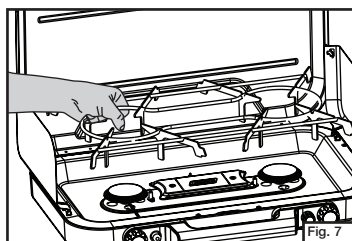

Fig. 7
- Mettez la grille porte-plats tel qu'illustré. (Fig. 7)